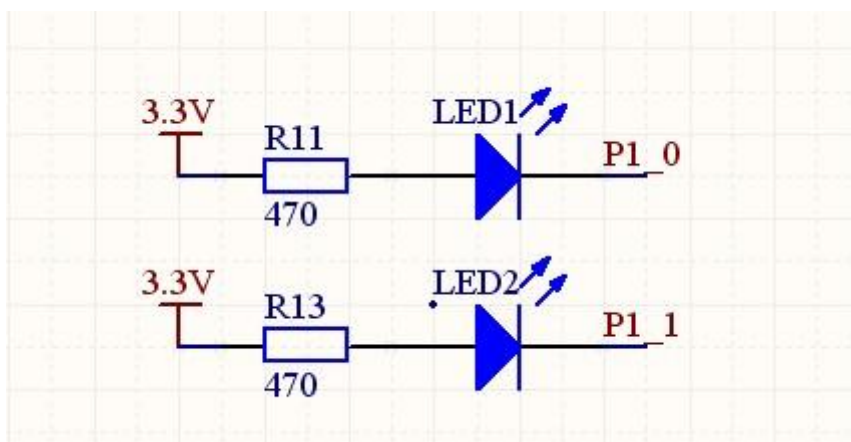

图 2.1 底板 LED 电路图
**实验讲解：**我们先来看看 WeBee 底板的 LED 部分原理图：如图 2.1 所示。